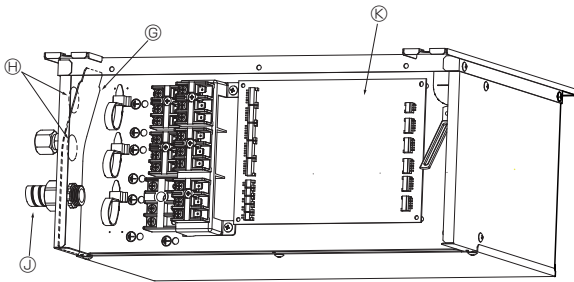

Fig. 9-6
- Cuando se corten los agujeros ciegos en la placa de conducto, prevenga que no se produzca deformación ni distorsión en la placa. Asimismo, cuando instale la placa de conducto, prevenga que no exista un espacio entre la placa y los tubos de conducto ni los agujeros de conducto, de lo contrario puede provocar el fallo del controlador BC debido a la invasión de animalillos o insectos. (Fig. 9-6)